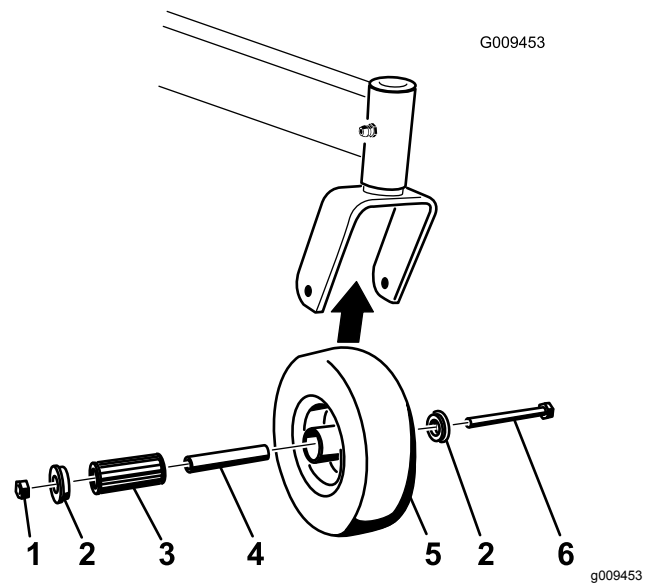

Figure 57
1. Enlevez le contre-écrou et le boulon de fixation de la roue pivotante à la chape (Figure 57).
2. Enlevez une bague, puis sortez la douille pour clé et le roulement à rouleaux du moyeu de roue (Figure 57).
3. Enlevez l'autre bague du moyeu, puis nettoyez la graisse et les saletés éventuellement présentes dans le moyeu (Figure 57).
Remarque: Remplacez les pièces endommagées ou usées (Figure 57).
5. Placez une bague dans le moyeu de roue (Figure 57).
6. Lubrifiez le roulement à rouleaux et la douille pour clé, et insérez-les dans le moyeu (Figure 57).
7. Mettez la deuxième bague dans le moyeu (Figure 57).
8. Montez la roue pivotante dans la chape à l'aide du boulon et du contre-écrou (Figure 57).
9. Serrez le contre-écrou jusqu'à ce que la base de la douille pour clé soit en appui contre l'intérieur de la chape (Figure 57).